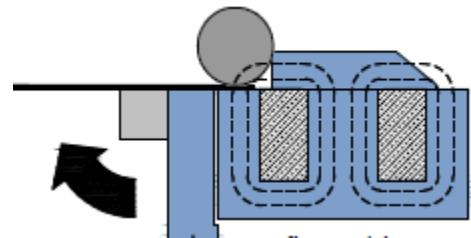

Abbildung 14
1. Richten Sie den Rundstab mit Hilfe des Klemmbalkens aus (Abb. 14) und aktivieren Sie dann den Elektromagneten.